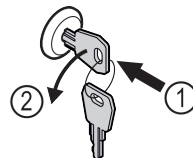

Fig. 174
- Schlüssel hineindrücken. Fig. 174 (1)
- Schlüssel um 90° gegen den Uhrzeigersinn drehen. Fig. 174 (2)